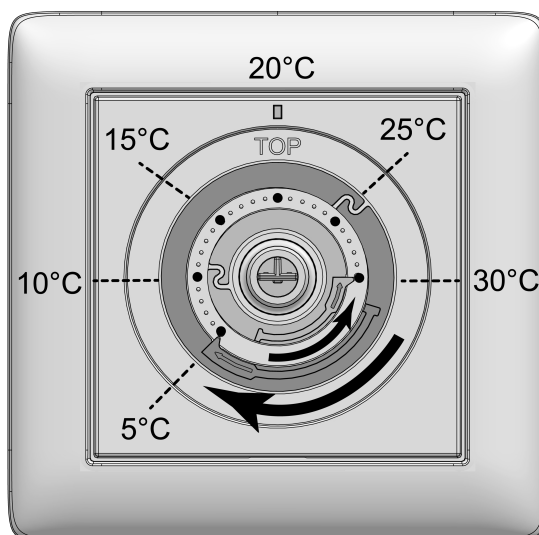

Bild 4: Inställningsringar för temperaturbegränsning
I mittläget reglerar enheten till ca 20 °C börtemperatur. Den rumstemperatur som då nås är beroende av enhetens monteringsplats och omgivningsförhållandena. Den lägsta börtemperaturen är ca 5 °C och den högsta börtemperaturen ca 30 °C (Bild 4).
- Dra av manövreringsknappen (5) från centralplattan (4) så att inställningsringarna (7) syns (Bild 4). Temperaturvärdena på bilden visas i illustrationssyfte.